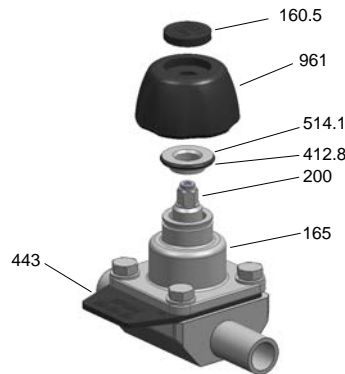

Figura 2: SISTO-C HV
5. El volante manual [961] se fija en el vástago [200] al colocar la tapa [160.5] (ver la figura 2).